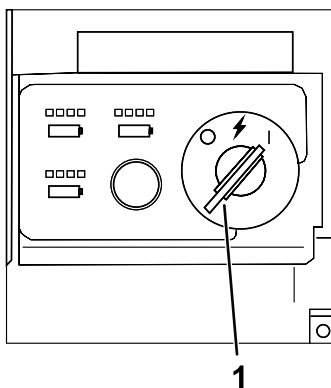

Figura 17
4. Gire la llave a la posición de CONECTADO para encender la máquina (Figura 17).